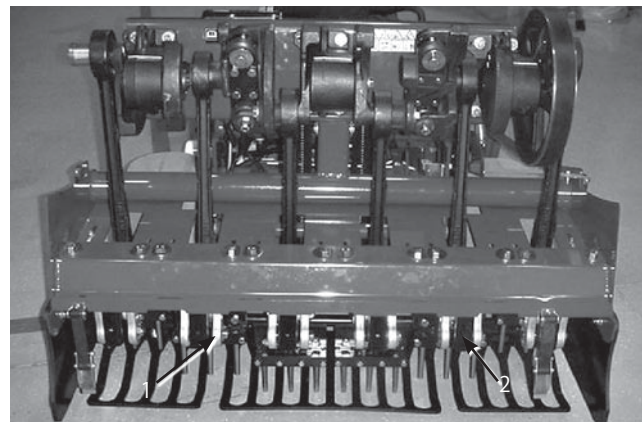

図25
5. ティン・ホルダー #2 と #5 (図25) にティンを取り付け、キャップスクリューで固定する。